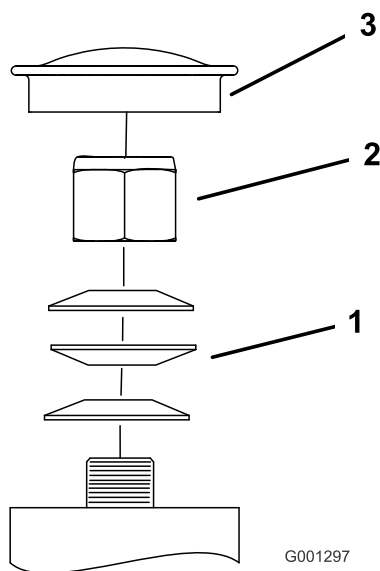

Figura 74
3. Retire el tapón guardapolvo de la rueda giratoria y apriete la contratuerca (**Figura 74**).
4. Apriete la contratuerca hasta que las arandelas de muelle estén planas, luego afloje la contratuerca $\frac{1}{4}$ de vuelta para establecer la pre-carga correcta de los cojinetes (**Figura 74**).
Importante: Asegúrese de que las arandelas de muelle están correctamente instaladas, según se muestra en la **Figura 74**.
5. Coloque el tapón guardapolvo (**Figura 74**).